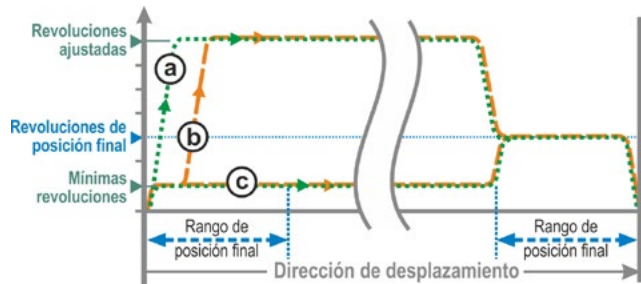

Fig. 2: Revoluciones de posición final "inicio rápido"
- Con apagado **sujeto al recorrido** se conmuta inmediatamente a las revoluciones ajustadas, para conseguir un tiempo de recorrido lo más breve posible. Ver también fig. 2, curva a.